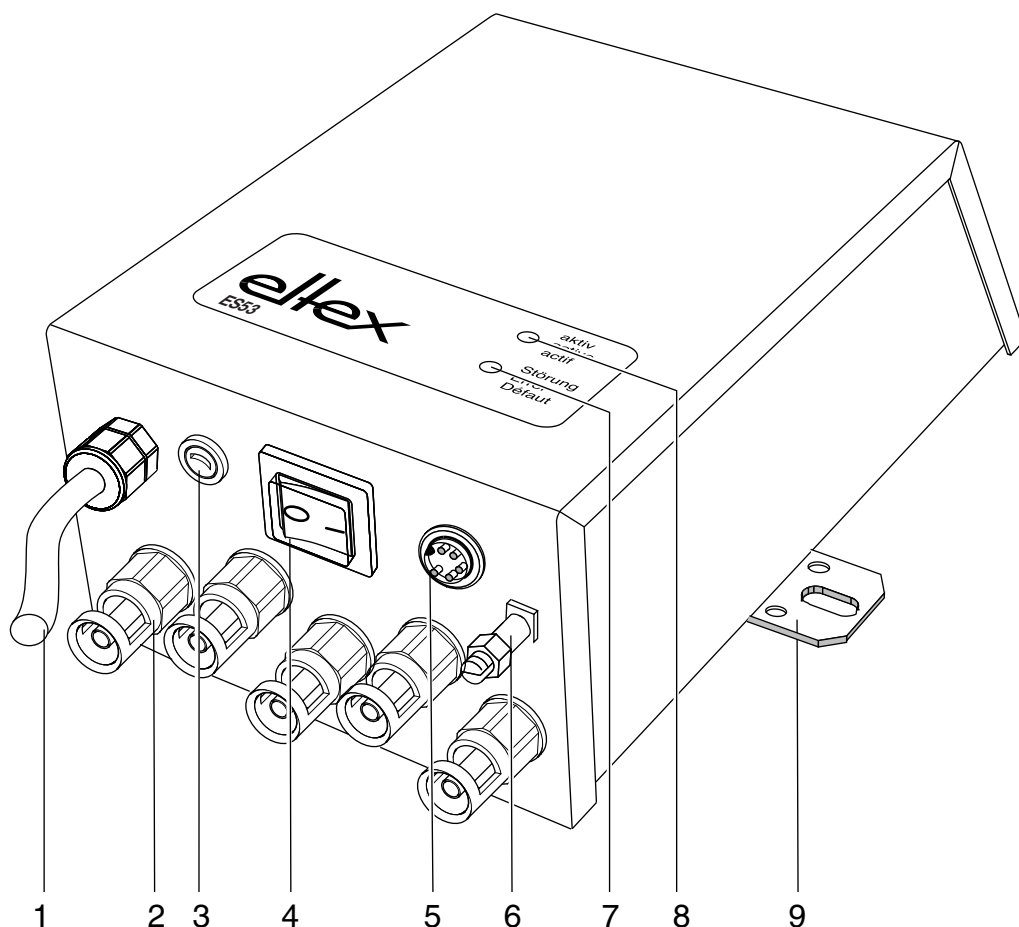

Fig. 1:
- Avant d'activer l'alimentation, s'assurer qu'elle est bien mise à la terre de façon durable via la prise de terre (6, Fig. 1). La section du câble de terre doit être d'au moins 1,5 mm² (voir chapitre 3.2 "Mise à la terre", page 11).
L'alimentation doit être mise à la terre de façon durable par l'intermédiaire de la prise de terre (6, Fig. 1). La section du câble de terre doit être d'au moins 1,5 mm².
La tension d'alimentation provient de la ligne secteur (1, Fig. 1) et est raccordée par l'intermédiaire d'une fiche de sécurité (conforme aux normes du pays d'utilisation) ; catégorie de surtension II.